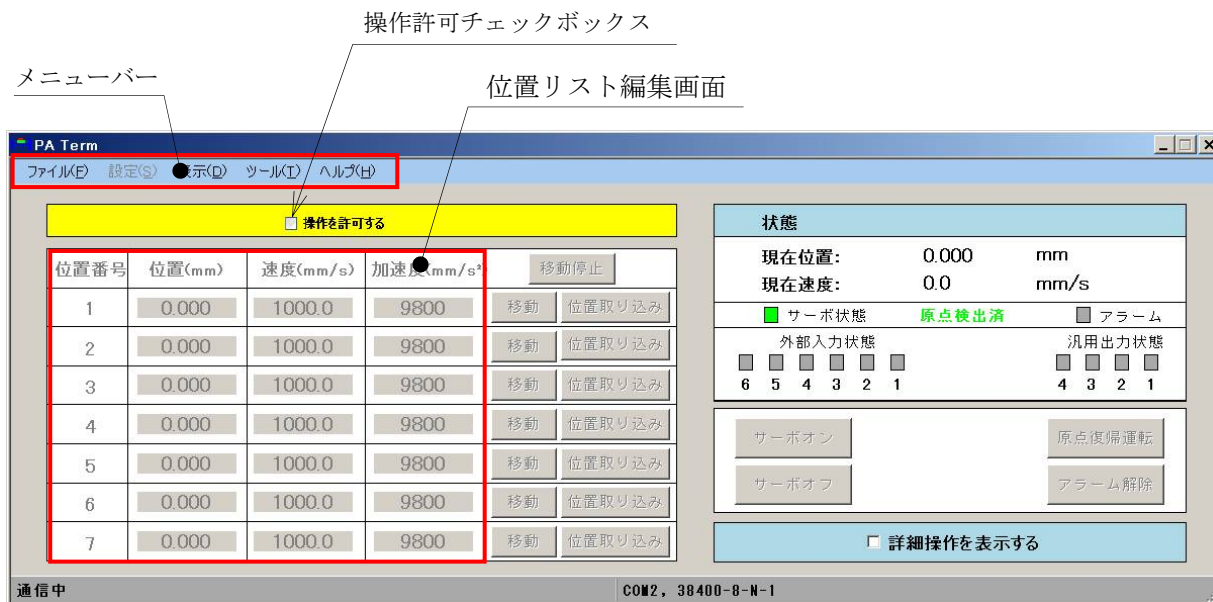

図 8.6 位置リスト設定時（直接数値入力）の操作項目
- 図 8.6 に示す通常画面の「位置リスト」枠内に位置および速度，加速度を直接数値入力することで，位置リストをポジショニングアクチュエータへ記憶させます。